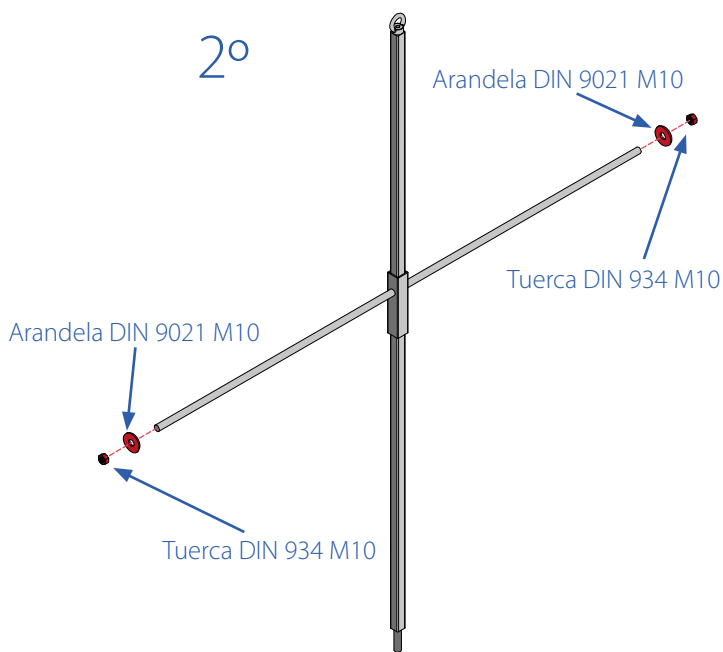

Fig. 48. Preparación guía telescópica
2. Insertar una tuerca con su correspondiente arandela en los extremos de las varillas transversales, de manera que entre ellas se quede una distancia de aproximadamente 100/200 mm más pequeña que el diámetro de la chimenea. (Fig. 48).